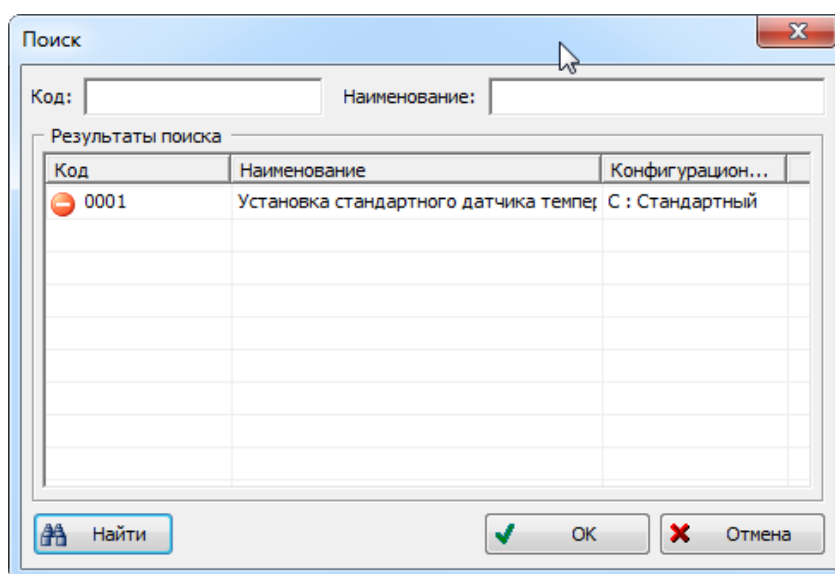

Рис. 10-188 – Поиск правила совместимости по его коду и/или наименованию
- 3) В том случае, если правило используется только в данном базисе, выводится диалоговое окно, представленное на рис. 10-188.